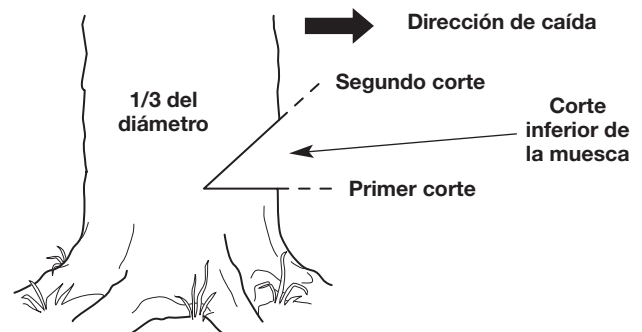

Fig. 9
1. Haga un corte horizontal en el tronco del árbol (Fig. 9). El corte debería ser de aproximadamente 1/3 del diámetro del árbol y cerca del suelo. Para evitar que el peso de la madera comprima la barra guía, siempre haga este corte en primer lugar.
2. Haga un corte a 45° en el tronco del árbol, arriba del primer corte (Fig. 9). Continúe cortando hasta que los dos cortes se unan.